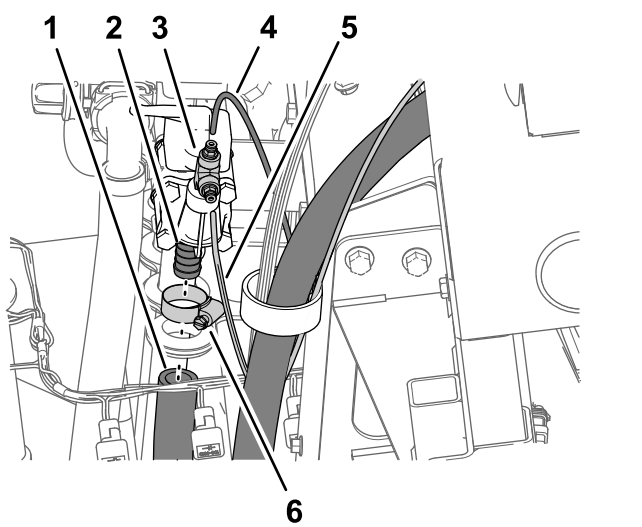

Figure 21
1. À l'extrémité droite de la vanne de commande de pression, déposez le collier qui fixe le flexible d'entrée au raccord cannelé de la vanne et débranchez le flexible du raccord (Figure 21).
2. Poussez la bague de blocage du raccord du tube et retirez le tube de détection de pression associé au manomètre situé dans la planche de bord de la machine (Figure 21).
3. Poussez la bague de blocage du raccord du tube et retirez le tube de détection de pression associé au manomètre du dévidoir (Figure 21).
4. Déposez le raccord en T et les raccords de tube du raccord coudé à 90° situé au bout de la vanne de commande de pression (Figure 21).